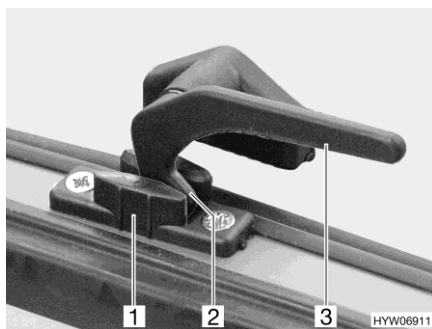

Fig. 65 Leva di serraggio (posizione "Aerazione continua")
- In posizione di "Aerazione continua" (Fig. 65)
- Ruotare tutte le leve di serraggio (Fig. 65,3) di un quarto di giro verso il centro della finestra.
- Girare nuovamente all'indietro tutte le leve di serraggio. Riportare contemporaneamente il nasello di chiusura (Fig. 65,2) nella rientranza della chiusura della finestra (Fig. 65,1).